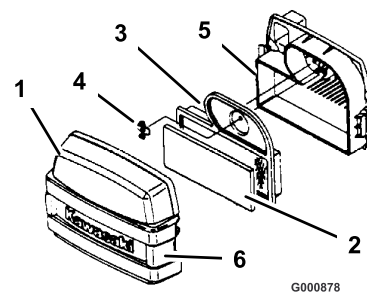

Figura 31
4. Limpie alrededor del limpiador de aire de forma que la suciedad no penetre en el motor y cause daños. Desenganche los dos cierres laterales y retire la tapa del limpiador de aire (Figura 31).
5. Separe cuidadosamente el filtro de gomaespuma del filtro de papel (Figura 31).
6. Desenrosque la tuerca de orejeta y retire el filtro de papel (Figura 31).
1. Deslice cuidadosamente el filtro de gomaespuma sobre el filtro de papel (Figura 31).
2. Coloque el conjunto del limpiador de aire sobre la base del limpiador de aire e instale la tuerca de orejeta (Figura 31).
3. Instale la tapa del limpiador de aire y fije los cierres (Figura 31).